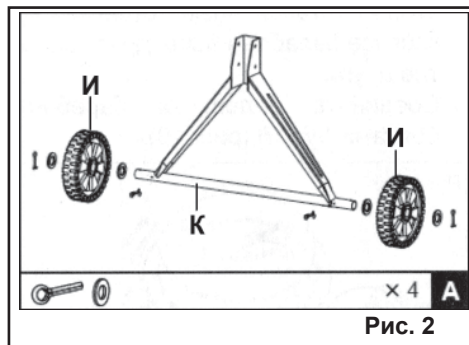

Рис. 2
6.1. Из пакета **A** извлеките четыре шайбы и шплинта. Установите во внутренние отверстия осей колес на задней опоре (К) шплинты и загните их для фиксации. Затем установите внутренние шайбы, колеса (И), внешние шайбы и зафиксируйте их шплинтом, вставив их в наружные отверстия оси. (Рис. 2)